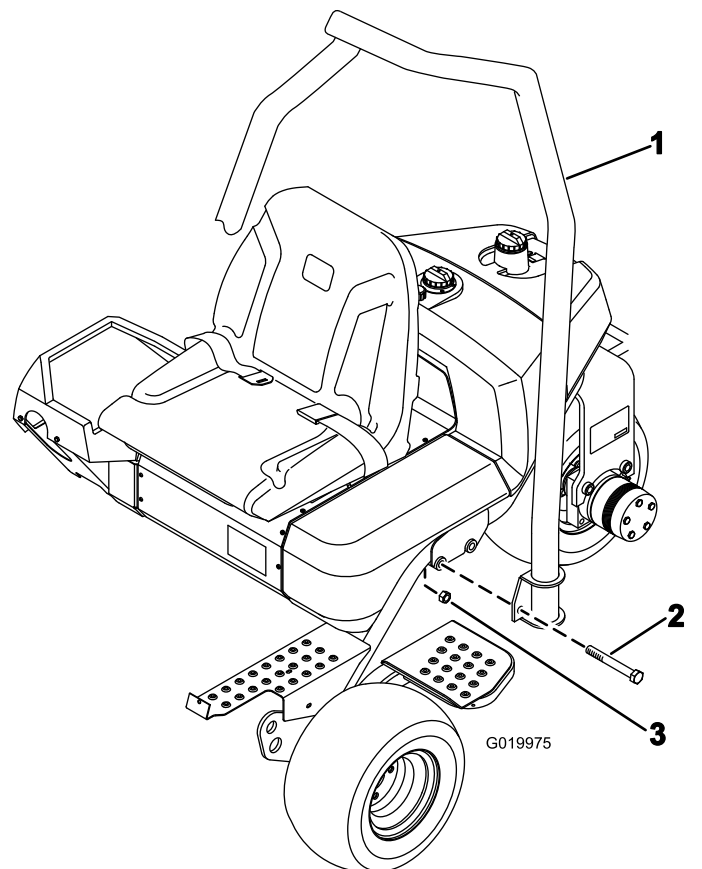

Figure 7
1. Positionnez l'arceau de sécurité de sorte que la partie courbe en haut du tube soit dirigée vers l'avant de la machine (Figure 7).
2. Abaissez l'arceau de sécurité sur le cadre en l'alignant sur les trous de fixation (Figure 7).
- Fixez chaque côté de l'arceau de sécurité au cadre avec 2 boulons (5/8" x 4-1/2") et contre-écrous, comme montré à la Figure 7.